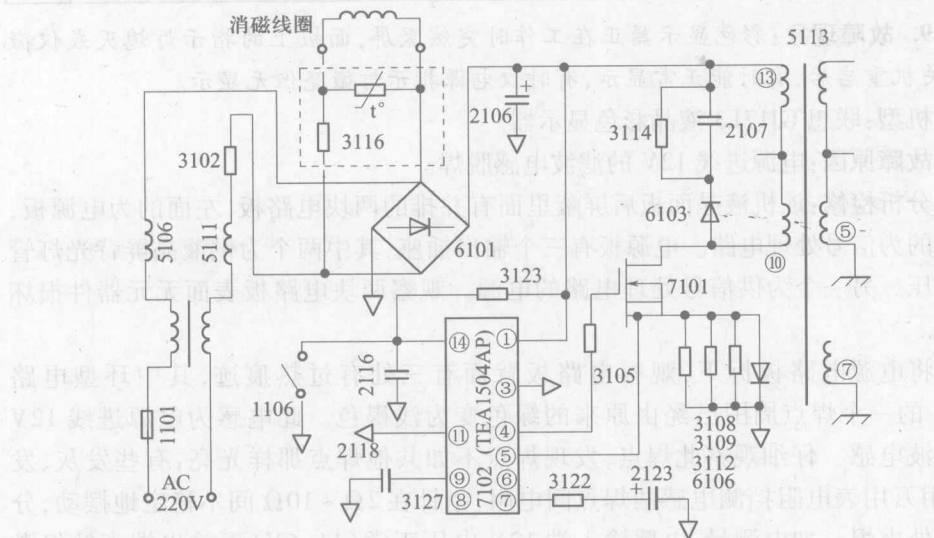

图 1 - 4 联想 LXB - F17069 彩色显示器电源部分有关电路
分析检修:联想 LXB - F17069 彩色显示器电源部分有关电路如图 1 - 4 所示。经检查,发现熔断器 1101 已烧毁,怀疑电源部分存在短路故障。再查,电源开关管 7101、电源块 7102、电容 2106、整流桥 6101 等均未击穿短路。更换 1101 后开机,只听消磁器“嗒”的一声响,熔断器再次烧毁。拔下消磁器,重新更换熔断器后接通电源,不再烧熔断器且整机工作正常。怀疑消磁电阻 3116 不良,更换后故障排除。
分析检修:联想 LXB - F17069 彩色显示器电源部分有关电路如图 1 - 4 所示。用万用表检测开关电源次级各组输出电压的整流滤波电容正极对地电阻时发现短路现象,电源开关管 7101 各极对地电阻基本正常。插上电源插头,测主滤波电容 2106 两端 +300V 电压正常,开关电源集成电路 7102 (TEA1504AP) ④脚开关激励脉冲输出端电压为零,而其①脚 +300V 电压正常。断开行供电电路,串入 60W 灯泡做假负载,开机灯泡不亮,断定故障在电源初级。查 7101 外围元件无损坏。怀疑 7102 损坏,导致电源停振,④脚无开关激励脉冲输出。拆下 7102 用 M47 指针式万用表 $R \times 1k\Omega$ 挡测其各脚对⑪脚(接地脚)正反向电阻,并与购得的新块比较,发现其④脚对⑪脚反向电阻明显减小。换为新块,确定焊接无误后开机,灯泡发光正常,测 7102 各脚电压与资料介绍值相近。去掉假负载,接通行供电电感后